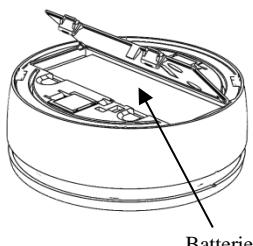

Figura 9
4. Aprire il vano batterie (*vedere Figura 9*).